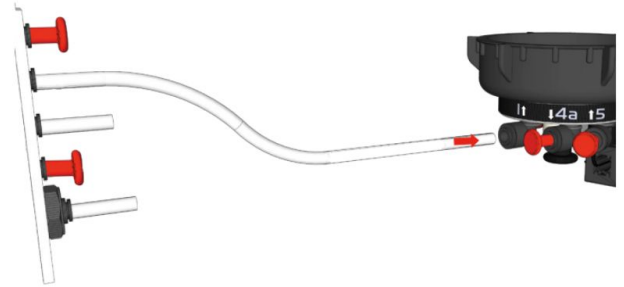

图1
3. 将LA512压力调节器连接至8毫米流量调节器(饮用水进水供应)(图1)
3. 使用随附软管，将产品出口(端口4)连接至储水箱入口接头(端口1) (图1)